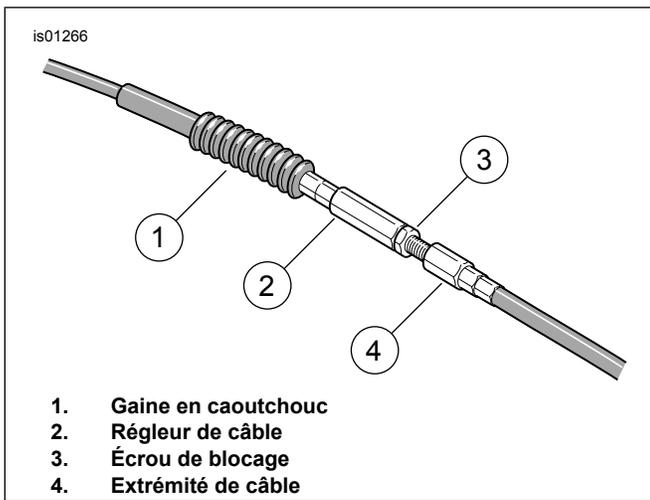

Figure 3. Desserrer le réglage d'embrayage
2. Voir Figure 3. Desserrer le réglage d'embrayage de sorte que le câble d'embrayage soit complètement lâche en effectuant la procédure suivante :
- a. Faire glisser la gaine en caoutchouc (1) hors du réglage de câble (2).
- b. Tout en maintenant le réglage de câble avec une clé de 1/2 pouce, desserrer l'écrou de blocage (3) avec une clé de 9/16 pouce.
- a. Voir Figure 3. Séparer le régleur de câble (2) de l'écrou de blocage (3) jusqu'à ce que le mou du levier de guidon soit éliminé.
- c. Voir Figure 3. Maintenir le régleur de câble (2) avec une clé de 1/2 pouce. Serrer l'écrou de blocage (3) contre le régleur de câble à l'aide d'une clé de 9/16 pouce.
- d. Recouvrir le régleur de câble avec la gaine en caoutchouc (1).